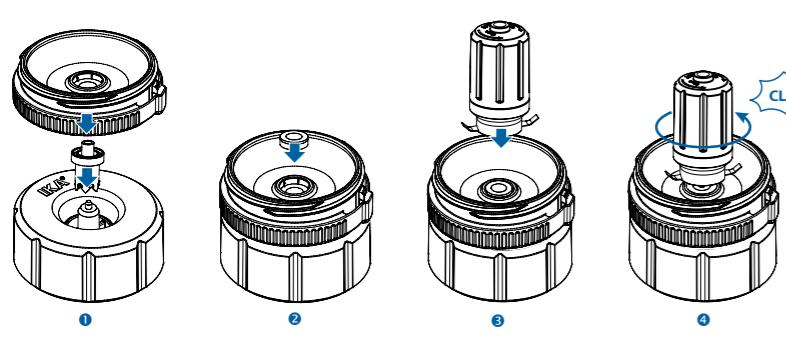

Fig. 6
- Montieren Sie die neue Kupplung, Dichtung und Schläger wie in **Fig. 6** angezeigt:
- Assemble the new coupling, sealing ring and beater as show in **Fig. 6**: